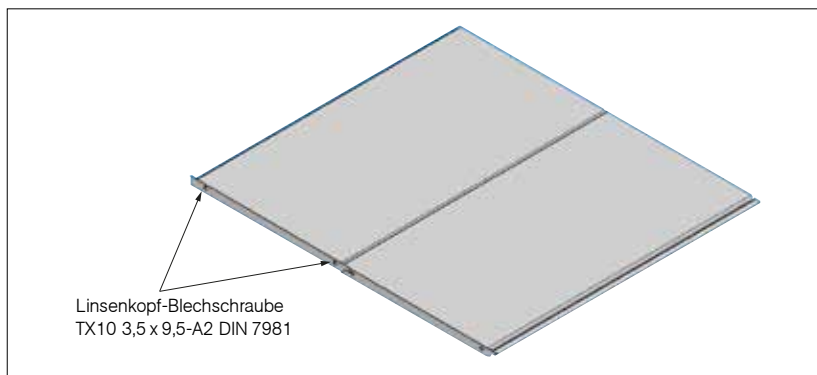

Abb. 43
- » Seitlichen Abschluss am Schutzdachprofil montieren (Abb. 43).